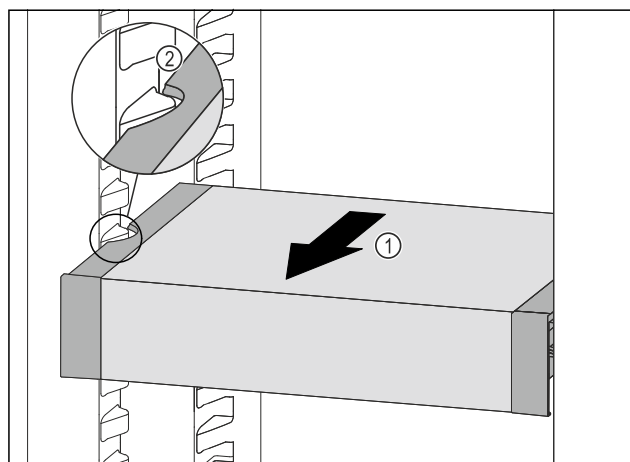

Fig. 61
- ▶ Táhněte VarioSafe dopředu Fig. 61 (1), dokud nebudou boční vybrání VarioSafe na úrovni žebrování na nádoby v chladničce. Fig. 61 (2)